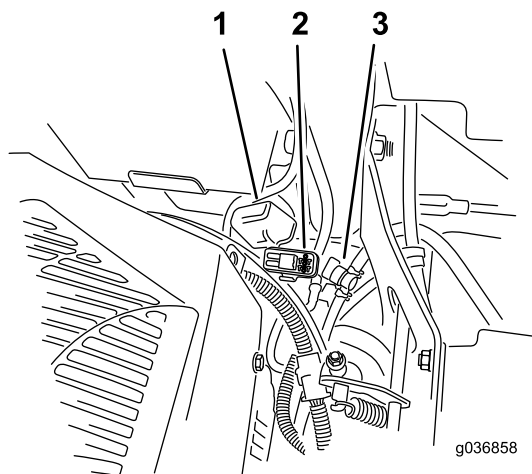

Figure 57
Remarque: Sur les machines MyRide, assurez-vous que le câble de masse ne frotte pas contre le bras tiré ou le support d'amortisseur inférieur (Figure 57).
Les fusibles sont situés sur la console droite, près du siège (Figure 57).
2. Remplacez le fusible (Figure 57).